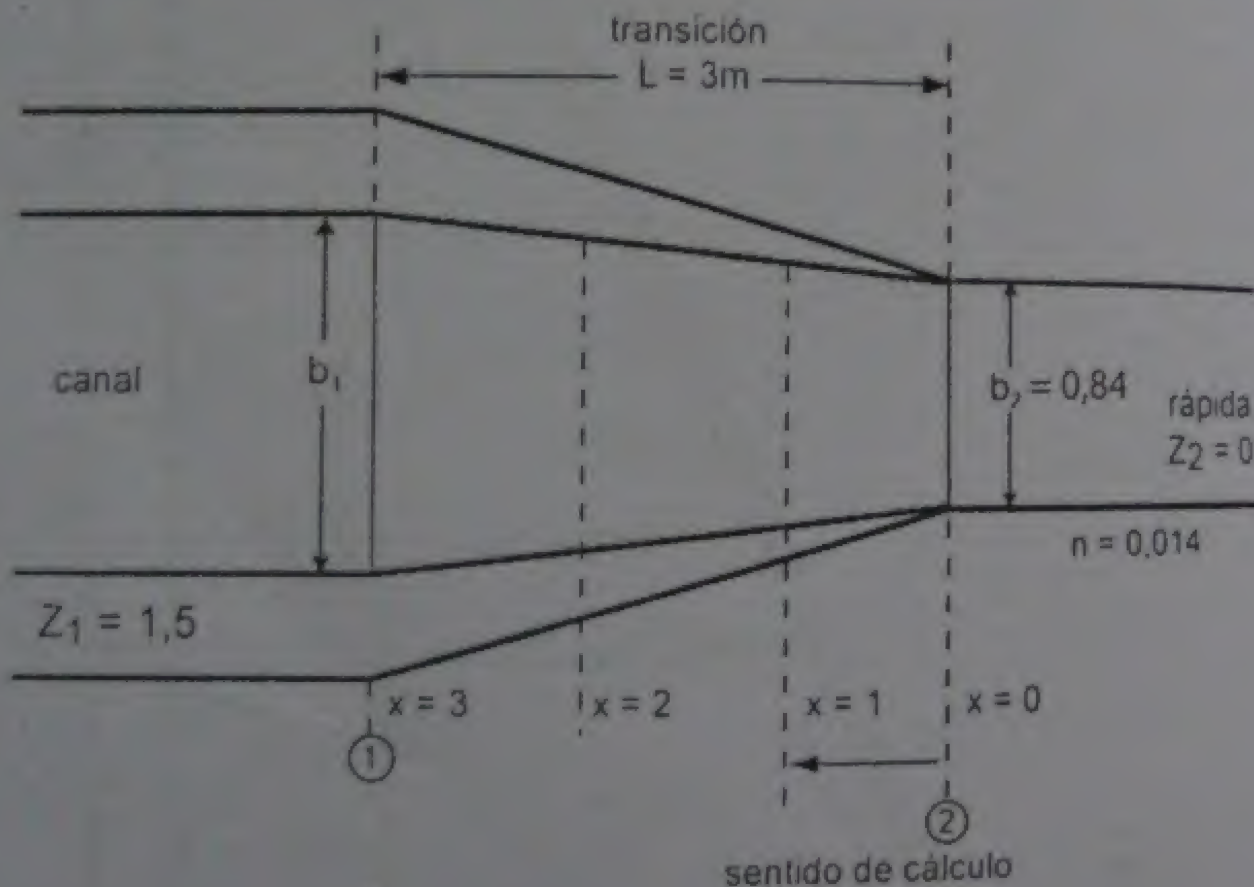

Figura 43. Transición de entrada
a. Realizar el diseño de la transición de entrada, en forma alabeada (figura 43), que permita pasar del canal de sección trapezoidal a la sección rectangular de la rápida.
6. El ancho de solera a una distancia x de la sección ② (figura 43), se calcula con la ecuación:
7. El talud a una distancia x de la sección ② (figura 43), se calcula con la ecuación: